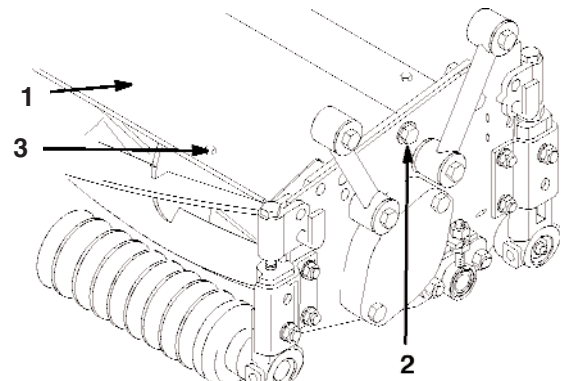

Bild 2
2. Lockern Sie die Gelenkschraube, mit der das Blech an der Seitenwand befestigt wird. Verstellen Sie das Ablenkblech nach Wunsch und ziehen die Schraube wieder fest (Bild 2).